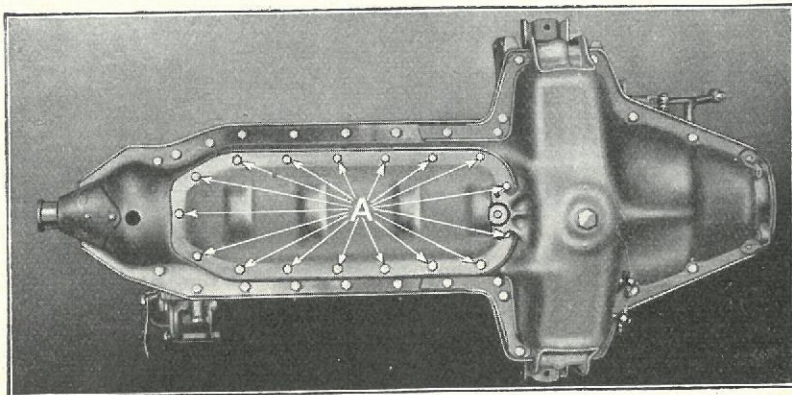

Fig. 228
- 382** Aftag Krumtaphusets underste Dæksel og Pakning ved at skrue de 17 Skrue ud, som holder Dæksel og Pakning til Krumtaphuset (Fig. 228-A). Drej Motoren rundt med Startsvinget til Plejlstængerne Nr. 1 og 4 er i Bund. (Hvis Vognen er forsynet med den gamle Model Krumtaphus, se Par. 399-f).